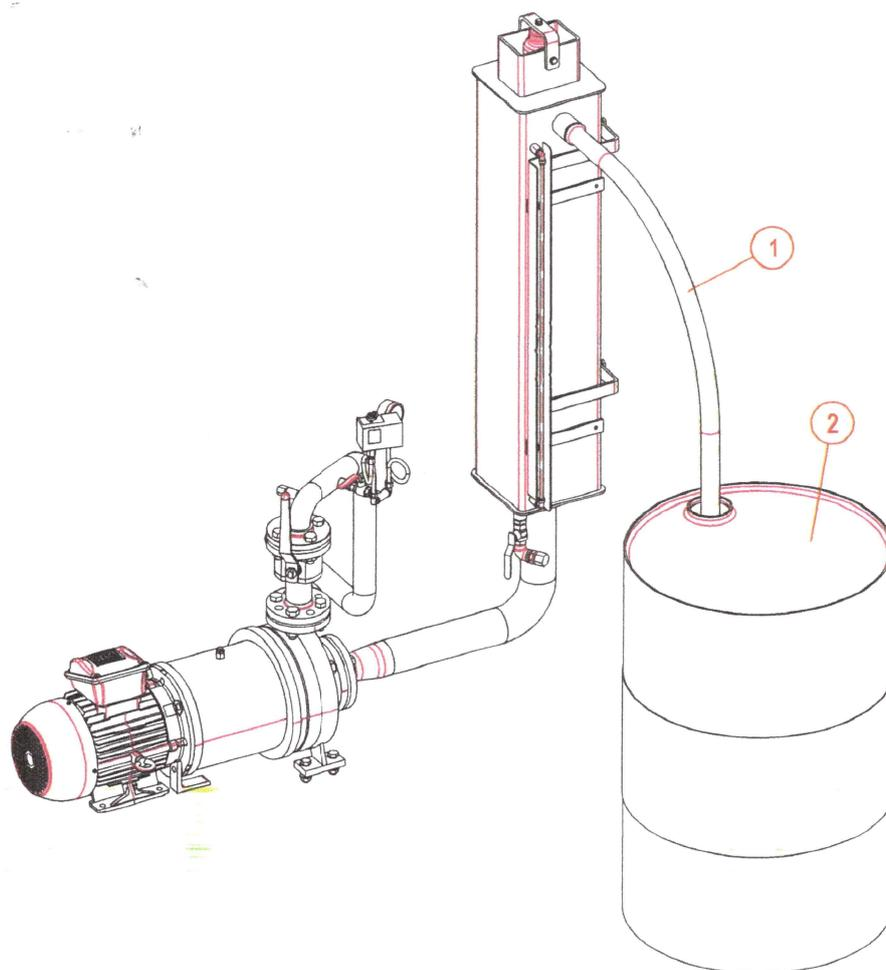

Figure 8 - La purge de la pompe de circulation & le drainage de l'huile thermique
2. Vissez le tuyau dans le réservoir d'huile thermique. (fig. 8 - #1)
3. Vissez l'autre fin du tuyau thermorésistant le plus profond que possible dans un fût de métal thermorésistant vide. (fig. 8 - #2)